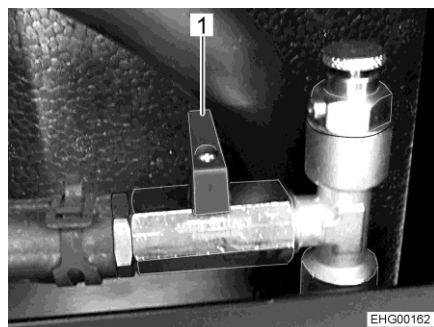

Fig. 170 Rubinetto a sfera (chiuso)
- Posizionare la leva (Fig. 170,1) verticalmente rispetto alla tubazione.